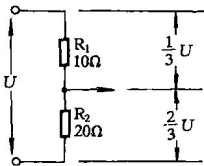

图 1-14
(1) 如图 1-14 所示，电阻器 R_1 和 R_2 构成一个分压器，由于两个电阻串联，通过这两个电阻的电流 I 相等，而电阻上的压降 $U=IR$ ， R_1 上压降为 $(1/3)U$ ， R_2 上压降为 $(2/3)U$ ，实现了分压（负载电阻必须远大于 R_1 、 R_2 ），分压比为 R_1/R_2 。